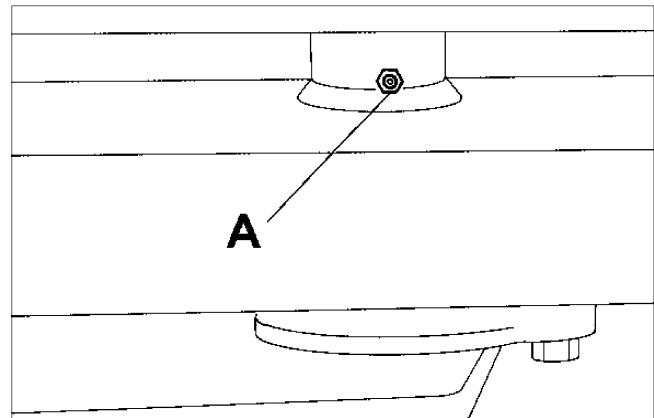

Fig.32
- (e) Rear axle centre pivot (A Fig.32).
- (e) Pivot central de l'essieu arrière (Fig. 32 "A").